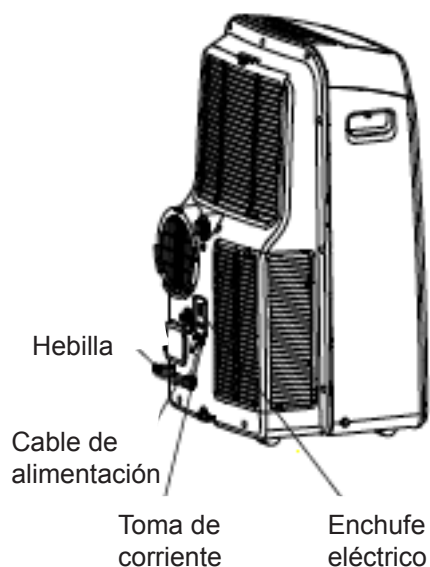

Fig. 25
- Pare el aparato y desconéctelo, envuelva el cable y átelo con la cinta (Fig. 25). Saque las pilas del control remoto.